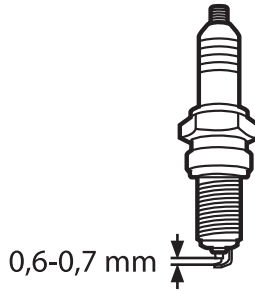

Abb. 37
4. Überprüfen Sie die Zündkerze. Der Elektrodenabstand (Abstand zwischen Zündfahne und Zündkontakt) der Zündkerze sollte 0,6 – 0,7 mm betragen (Abb. 37). Lassen Sie den Elektrodenabstand gegebenenfalls von einer qualifizierten Fachkraft nachstellen.